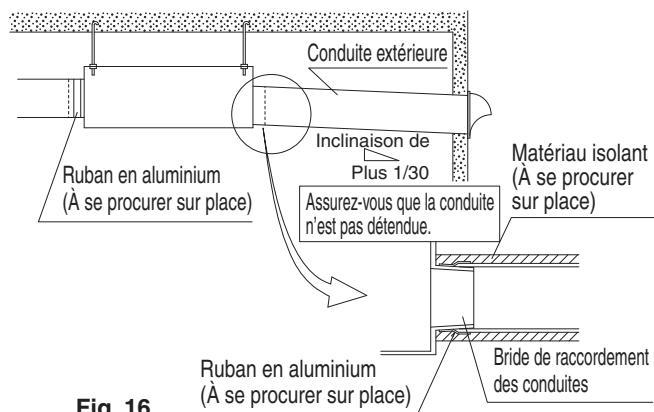

Fig. 16
- Pour éviter les fuites d'air, enroulez un ruban d'aluminium autour de la section après avoir raccordé la bride de raccordement des conduites et la conduite. **(Reportez-vous à la Fig. 16)**
**(Reportez-vous à la Fig. 16)**
- Utiliser des conduites flexibles ou insonorisées peut réduire efficacement le bruit de l'air aspiré dans la pièce (SA). Choisissez les matériaux en tenant compte de la puissance de ventilation et du bruit de fonctionnement de l'unité. Consultez votre revendeur local pour la sélection.
- Réglez la distance entre l'orifice de refoulement d'air (EA) et l'orifice d'aspiration d'air extérieur (OA) sur 3 fois le diamètre des conduites.